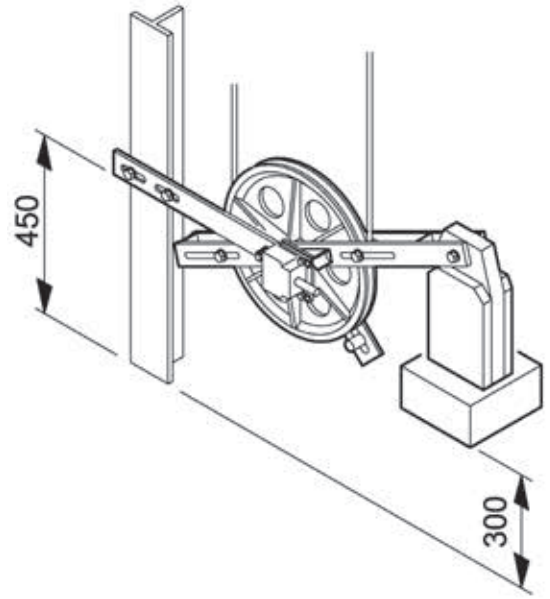

Abb. 3
Bei richtiger Montage sollte das Spanngewicht eine leicht nach oben gewinkelte Lage einnehmen (ca. 300 mm, Abb. 3).
- Die Führungshalterung vom Gegengewicht so montieren, um eine perfekte Fluchtung zwischen Rolle des Geschwindigkeitsbegrenzers und Rolle des Spanngewichts (Abb.3) zu haben.